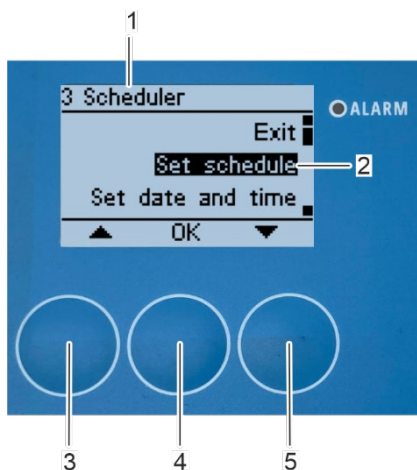

Abbildung 153: Öffnen Untermenü „Einrichtung des Planers“
⇒ Das Untermenü „3 Planer“ erscheint auf dem Bildschirm (Abbildung 153/1).
3. Wählen Sie das Untermenü „Planer“ (Abbildung 153/2) mit den Pfeiltasten [nach oben] (Abbildung 153/3) und [nach unten] (Abbildung 153/5).
4. Bestätigen Sie die Auswahl mit [OK] (Abbildung 153/4).